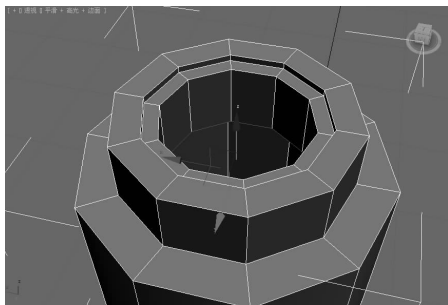

图 5-93 选中边界 ▲
(9) 删除挤出后的多边形,在“修改”命令面板中的“选择”卷展栏中单击“边界”按钮,在透视图选中内层多边形的下边界,如图 5-93 所示。